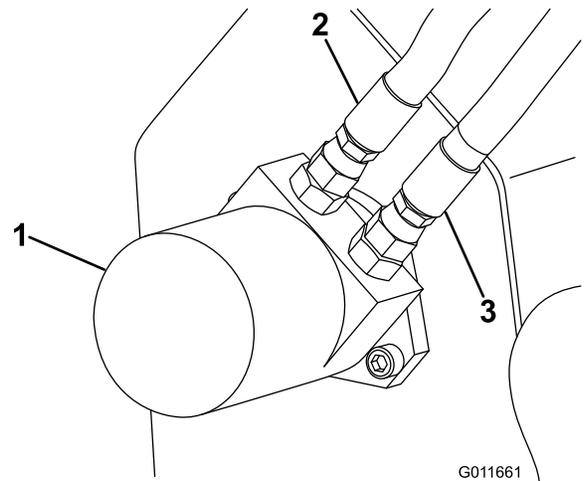

Bild 20
6. Schließen Sie den linken Schlauch am unteren Anschluss am Motor an (**Bild 20**).
7. Schließen Sie den rechten Schlauch am oberen Anschluss am Motor an (**Bild 20**).